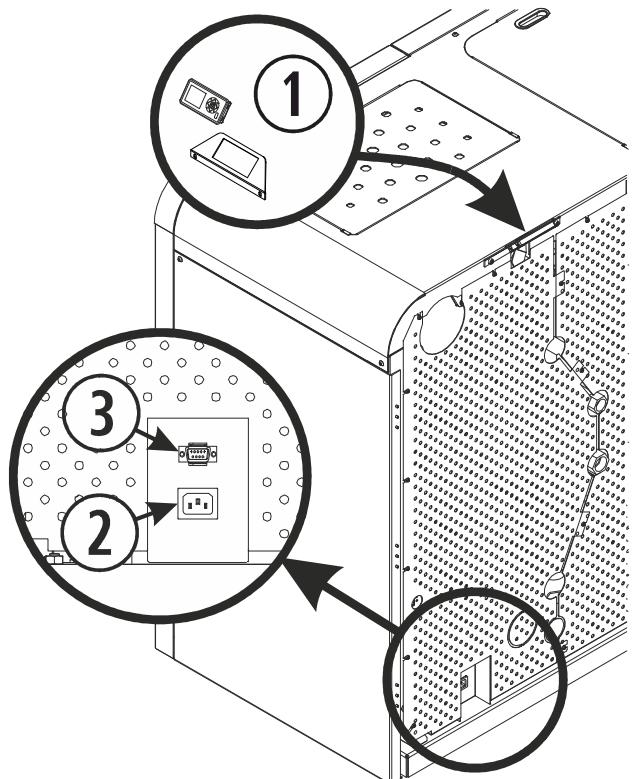

Figura 10
Dobbiamo regolare le viti che fissano il supporto alla caldaia (1), come è indicato nella *figura 10 (Cantina Nova)*, conettere il nastro piano di connessione della tastiera, che si trova nella parte posteriore tenuto fermo con un nastro adesivo e connetterlo alla tastiera, assume solo una posizione di connessione.